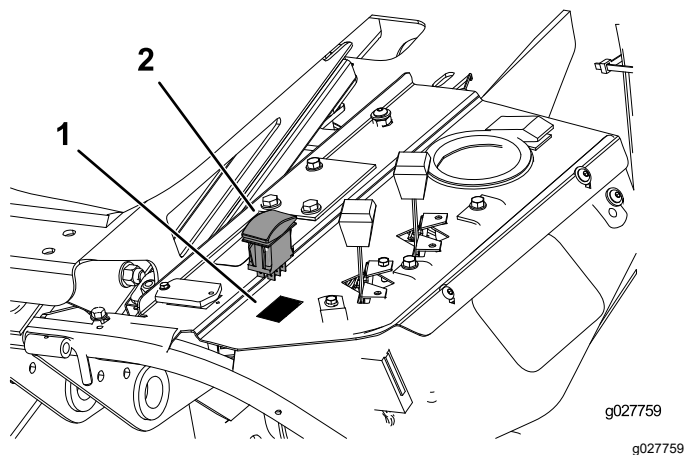

Figure 7
2. Retirez l'obturateur en plastique et insérez l'interrupteur, comme montré à la Figure 7.